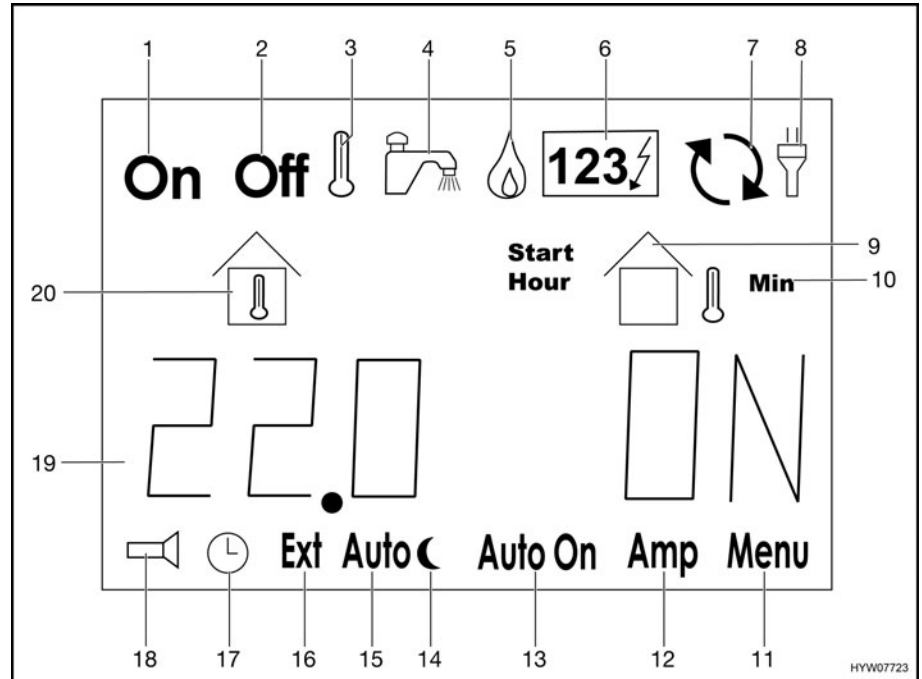

Fig. 122 Visualizaciones en el display LCD
En la línea de información (Fig. 122,19) se visualizan en forma de texto indicaciones de temperaturas, tiempos y estados de funcionamiento o también mensajes de error.
- Presionar la tecla ">" (Fig. 121,4) hasta que el símbolo "🔥" (Fig. 122,5) parpadee.
- Presionar la tecla ">" (Fig. 121,4) hasta que el símbolo "1237" (Fig. 122,6) parpadee.
- Pulsar la tecla "▷" (Fig. 121,4). El símbolo "Off" (Fig. 122,2) parpadea.
- Pulsar la tecla "+/On" (Fig. 121,3). El símbolo "On" (Fig. 122,1) parpadea. La calefacción arranca automáticamente.
- Pulsar la tecla "▷" (Fig. 121,4). El símbolo "On" (Fig. 122,1) parpadea.
- Pulsar la tecla "-/Off" (Fig. 121,5). El símbolo "Off" (Fig. 122,2) parpadea. La calefacción se desconecta.
- Presionar la tecla ">" (Fig. 121,4) hasta que parpadee el símbolo "Menu" (Fig. 122,11).
- Cuando en la línea de información (Fig. 122,19) se visualice "OF", pulsar la tecla ">" las veces que sean necesarias para que se visualice "PU".